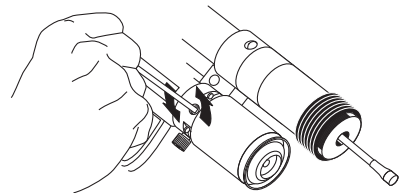

Abb. 5
2. Den Verschluss an der Entlüftung mit einem Inbusschlüssel (3 mm.) losschrauben, siehe Abb. 5.